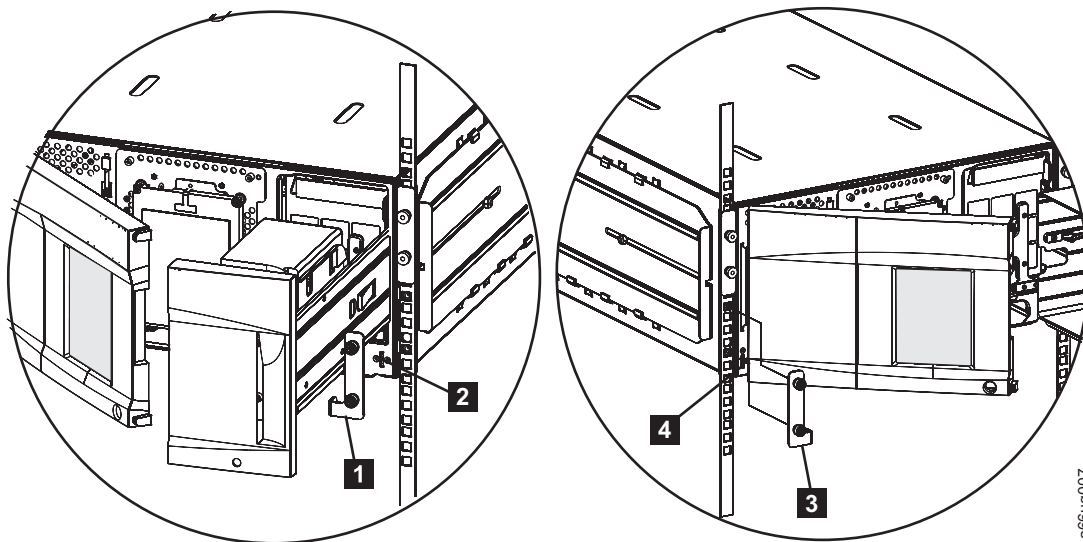

Abbildung 3-10. Rack-Winkelhalterungen an Steuermodul installieren
1. Installieren Sie die rechte Rack-Winkelhalterung (**1** in Abb. 3-10).
- a. Rechts unten an der Position der E/A-Station der einzelnen Kassettenarchivmodule befindet sich ein Schlitz (**2** in Abb. 3-10). Setzen Sie die rechte Rack-Winkelhalterung in den Schlitz ein.
2. Installieren Sie die linke Rack-Winkelhalterung (**3** in Abb. 3-10 auf Seite 3-14).
- b. Fassen Sie die Klappe an der Seite mit dem Scharnier an, ziehen Sie die Klappe heraus, und drücken Sie sie nach rechts, um den Schlitz für die linke Rack-Winkelhalterung freizulegen (**4** in Abb. 3-10 auf Seite 3-14).